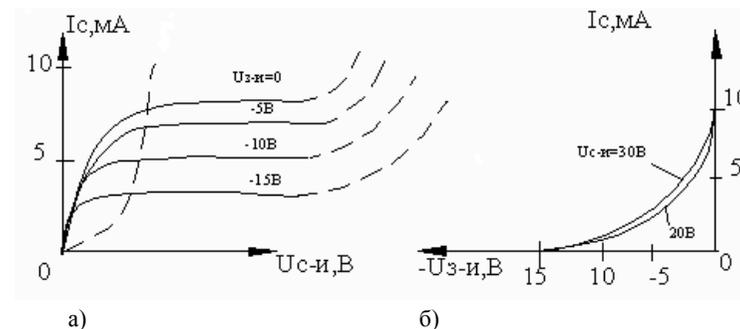

Рисунок 1.28 - Характеристики полевых транзисторов с p - n -переходом: а) стоковые; б) стоко-затворные
1. Стоко-затворные (или передаточные) (рисунок 1.28, б):
2. Стоковые (или выходные) (рисунок 1.28, а):